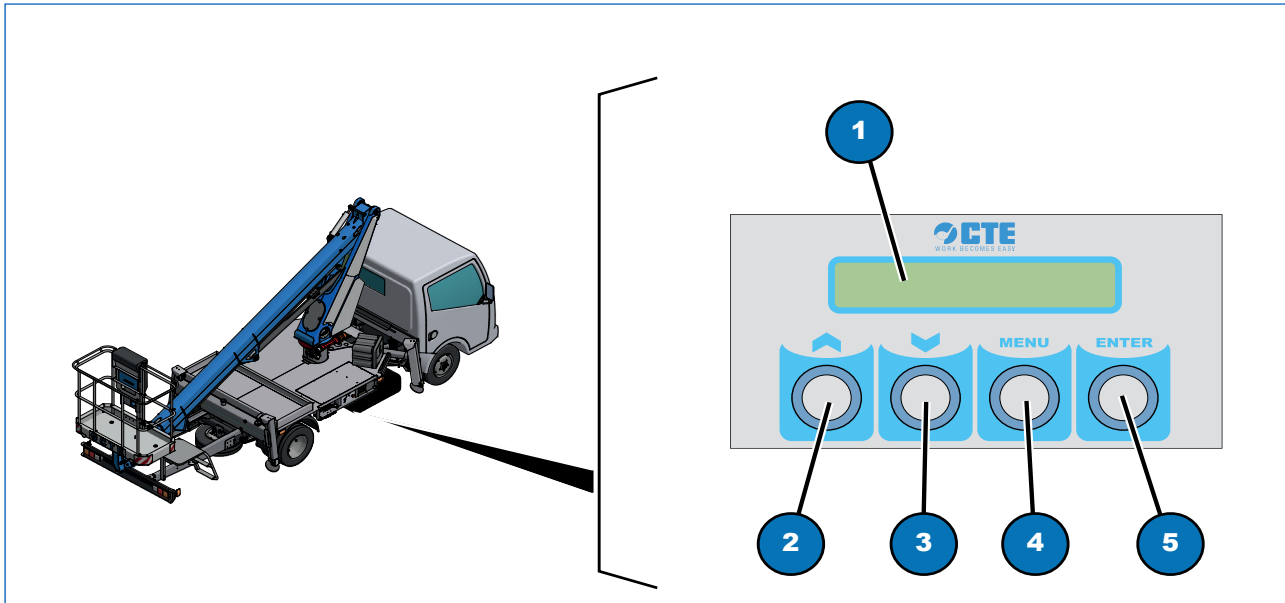

Fig. 6.7
- appuyer sur le bouton-poussoir MENU (Fig. 6.7 - 4) pendant environ 3 secondes;
- utiliser les touches UP (Fig. 6.7 - 2) et DOWN (Fig. 6.7 - 3) pour faire défiler les pages du menu:
- appuyer sur la touche ENTER (Fig. 6.7 - 5) sur la page souhaitée pour accéder aux sous-pages correspondantes;
- utiliser les touches UP (Fig. 6.7 - 2) et DOWN (Fig. 6.7 - 3) pour naviguer parmi les sous-pages .